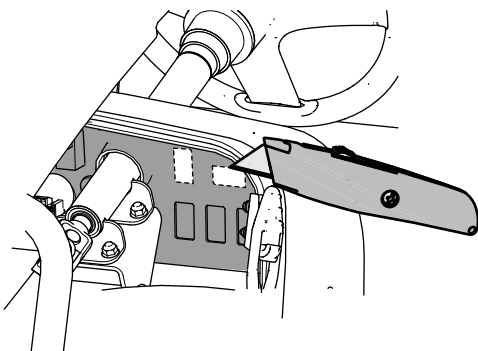

図 7
2. ダッシュボードの裏側から図 7 のようにデカルに 2 つの穴を開ける